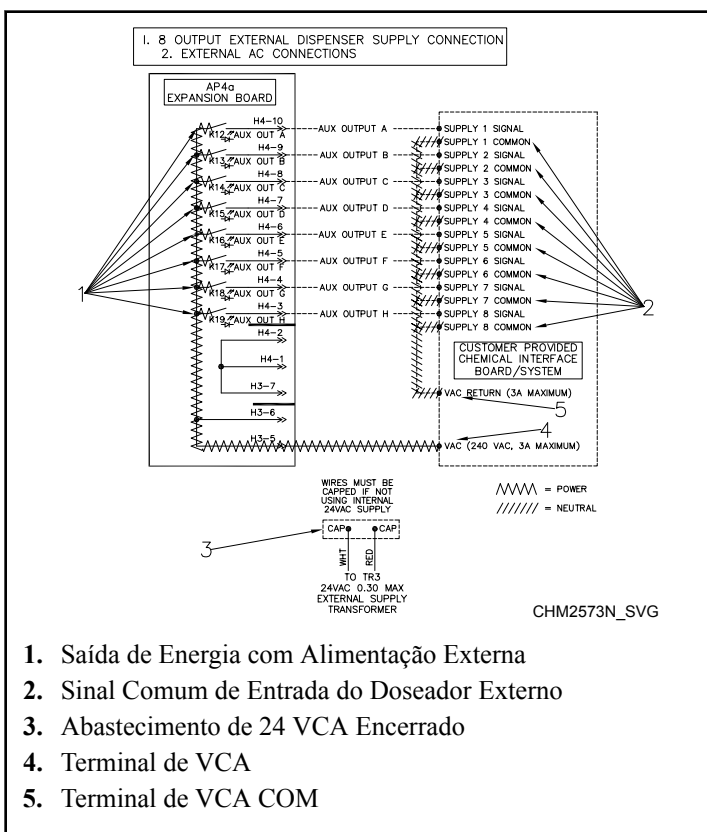
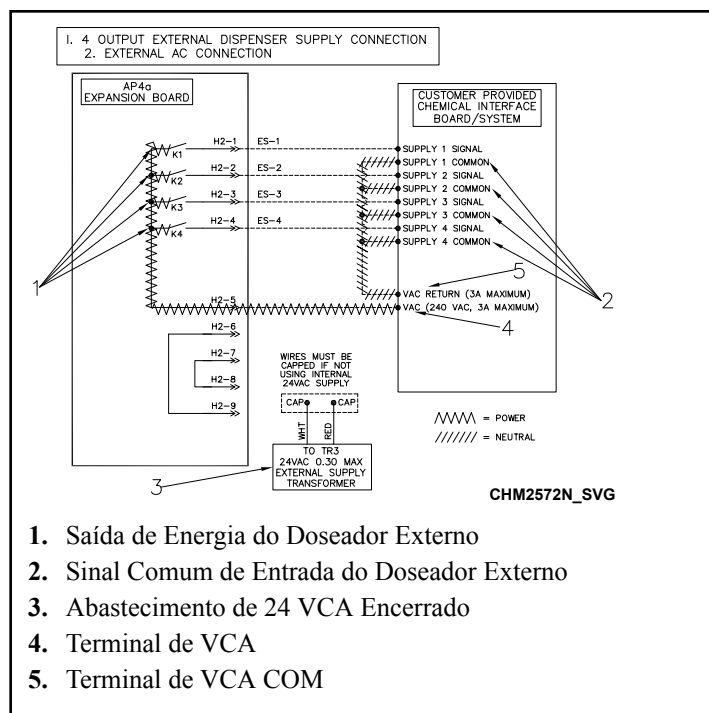

Figura 39
Figura 40
2. Ligue um lado da energia externa ao "RELÉ COM" e o outro lado ao elemento comum dos sinais de entrada do doseador externo. Consulte *Figura 39* e *Figura 40*.